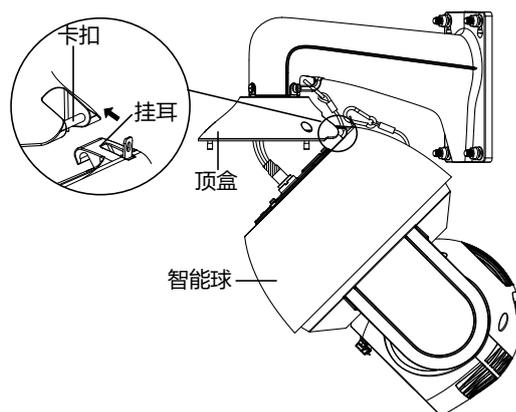

图2-11 卡扣安装
2. 将智能球挂耳和顶盒上的卡扣对齐，将智能球挂在顶盒上，如图 2-11 所示。